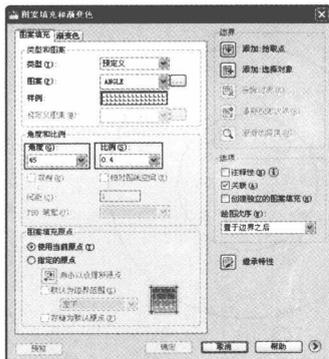

图1-12 “图案填充和渐变色”对话框
**步骤 12** 在命令行中输入HATCH（图案填充）命令并按回车键确认，弹出“图案填充和渐变色”对话框，在“角度和比例”选项组中，设置“角度”为45、“比例”为0.4，如图1-12所示。